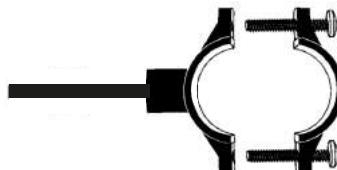

Рис. 8
3. Вставьте отрезок трубки 1/4" в скобу дренажного хомута (**рис. 8**). Край трубки должен выступать примерно на 4-5 мм от внутренней части скобы.